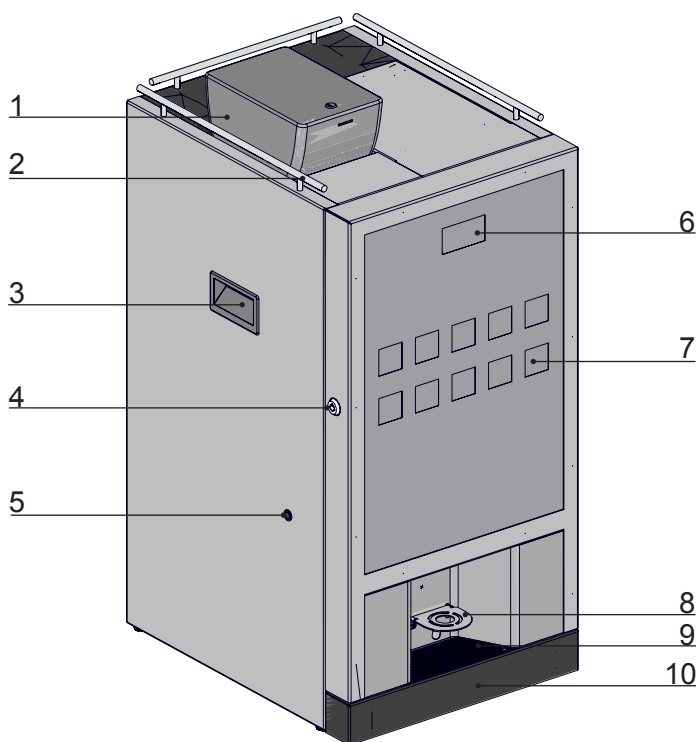

Рисунок 5 - NERO
- Снимите упаковочные материалы, затем откройте ключом дверь автомата (ключ крепится стяжкой к полочке для стакана или ограничителю стаканов) - (см. рис.5 поз.2,7);
Внешний вид NERO (см.рис.5)